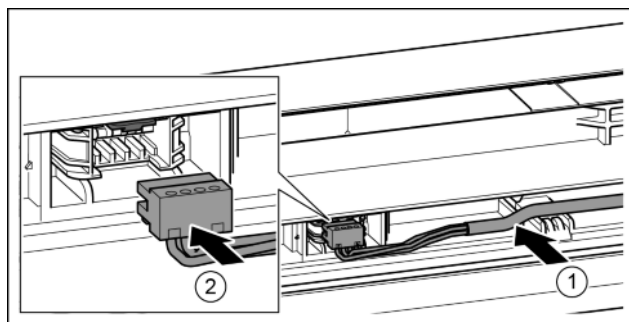

Fig. 40
- ▶ Вставить серый кабель в направляющую в верхней двери. Fig. 40 (1)
- ▶ Зафиксировать штекер. Fig. 40 (2)